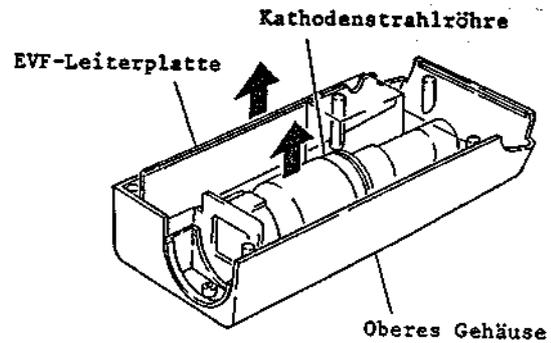

Abb. 2-107 Ausbau des oberen Gehäuses
5-2 Ausbau des oberen Gehäuses (Abb. 2-107)
2. Die Leiterplatte des elektronischen Suchers (EVF-Leiterplatte) und die Kathodenstrahlröhre in Pfeilrichtung abnehmen (siehe Abb. 2-107).
2. Das obere Gehäuse abnehmen (siehe Abb. 2-107).